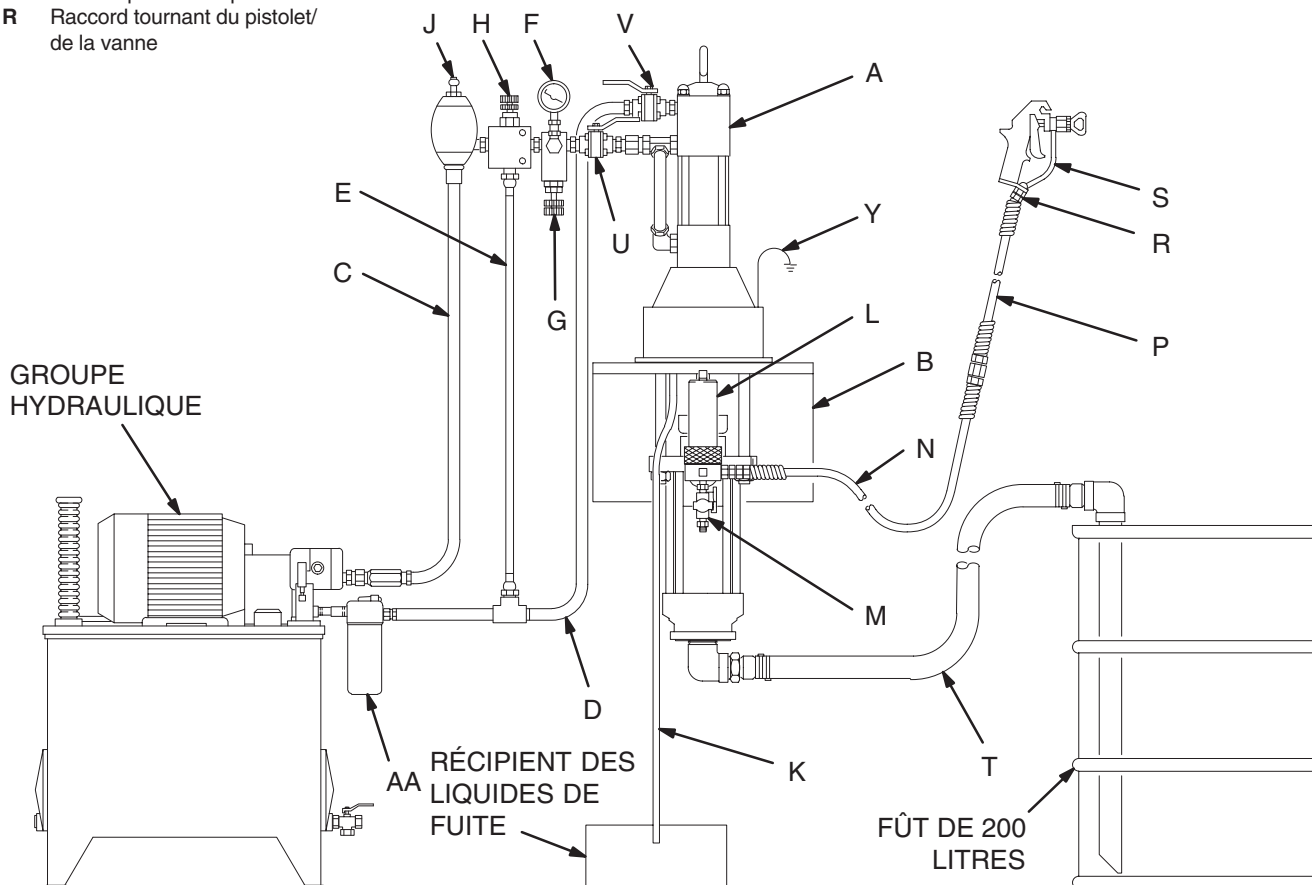

Fig. 4
La Fig. 4 constitue simplement un guide pour le choix et l'installation des accessoires et des composants du système. Prenez contact avec votre distributeur Graco afin d'obtenir de l'aide pour la conception d'un système qui réponde à vos besoins particuliers.
Monter la pompe (A) selon le type d'installation prévu. La Fig. 4 illustre un système à montage mural. Les dimensions de la pompe et le schéma de perçage des trous de fixation sont indiqués en pages 40 et 41.
Sur la conduite d'alimentation hydraulique (C), installer les accessoires suivants dans l'ordre indiqué à la Fig. 4, en utilisant des adaptateurs si nécessaire:
- **Une vanne d'arrêt (U)** pour isoler la pompe pour entretien.
- **Un manomètre à fluide (F)** pour contrôler la pression d'huile hydraulique arrivant au moteur et éviter une surpression dans le moteur ou le bas de pompe.
- **Un réducteur de pression (H) avec drain (E)** raccordé directement sur la tuyauterie de retour hydraulique (D).
- **Un accumulateur (J)** destiné à réduire les coups de bélier provoqués par l'inversion du moteur.
Sur la conduite hydraulique de retour (D), installer les accessoires suivants dans l'ordre indiqué en Fig. 4, en utilisant des adaptateurs si nécessaire:
- **Une vanne d'arrêt (V)** permettant d'isoler la pompe pour entretien.
- **Un filtre (AA)** de 10 microns (400 mesh).
Installer les accessoires suivants dans les positions indiquées à la Fig. 4 en utilisant des adaptateurs si nécessaire:
1. Se reporter à la Fig. 4 de la page 10. Raccorder le kit d'aspiration (T) à l'entrée produit de la pompe et placer le tube dans l'alimentation produit.
3. S'assurer que la vanne d'arrêt de la tuyauterie d'alimentation (U) et la vanne d'arrêt de la tuyauterie de retour (V) sont fermées.
5. Maintenir fermement une partie métallique du pistolet/ de la vanne (S) sur le côté d'un seau métallique relié à la terre et maintenir la pression sur la gâchette.
6. Ouvrir *d'abord* la vanne d'arrêt de la tuyauterie de retour (V), puis ouvrir lentement la vanne d'arrêt de la tuyauterie d'alimentation (U).
10. Utiliser le manomètre de pression d'huile (F) et la vanne de régulation de débit (G) pour contrôler la cadence de la pompe et la pression produit. Toujours utiliser le débit hydraulique et la pression les plus bas en fonction des résultats escomptés. Des pressions élevées entraînent une usure prématurée de la buse et de la pompe.